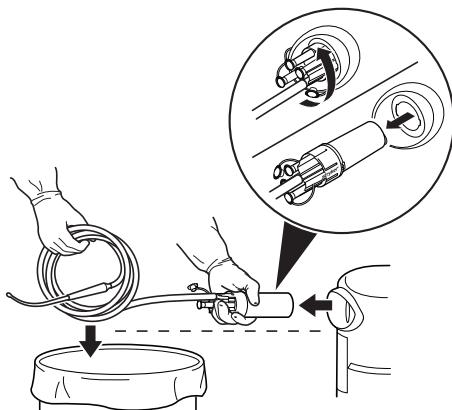

Figure 8 Retirer le collecteur et la tubulure
- Faire tourner le collecteur jusqu'à ce qu'il soit déverrouillé, puis tirer le collecteur et la tubulure d'aspiration raccordée hors du logement, en maintenant toujours le collecteur à l'horizontale (Figure 8).